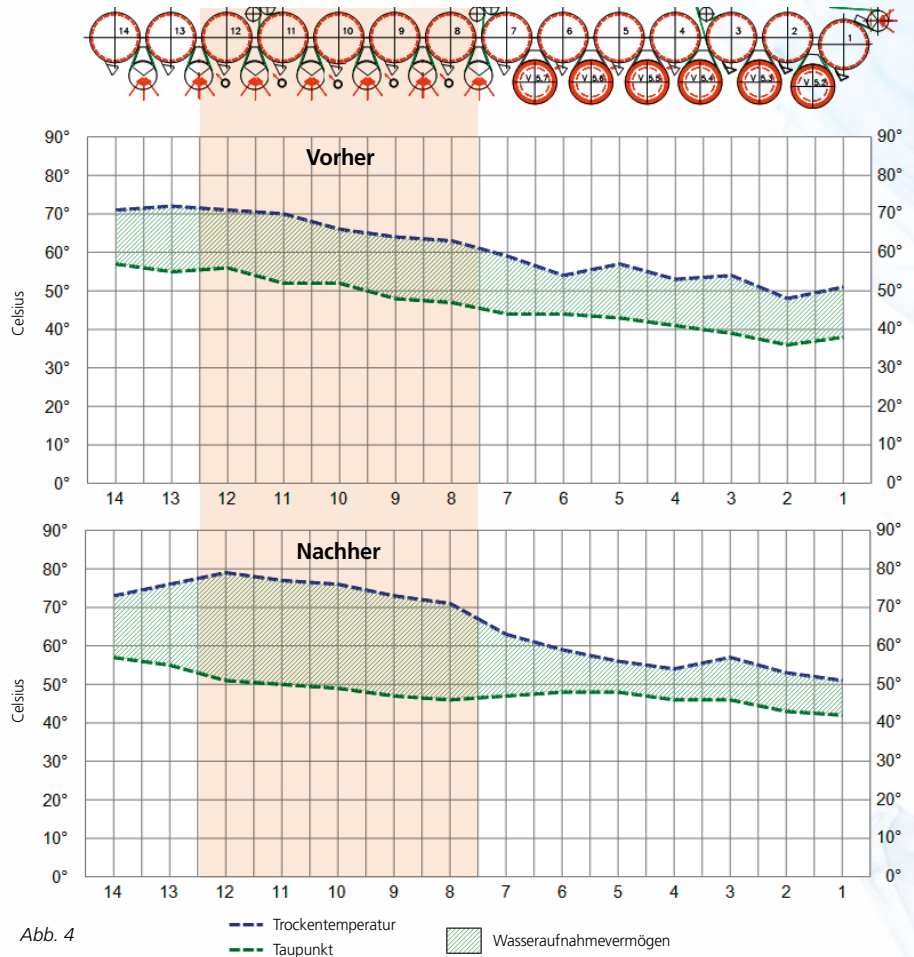

Abb. 4
- Die eingesparte Frischluft kommt der Taschenbelüftung zu Gute (Abb. 4)
abgestellt (Abb. 4)